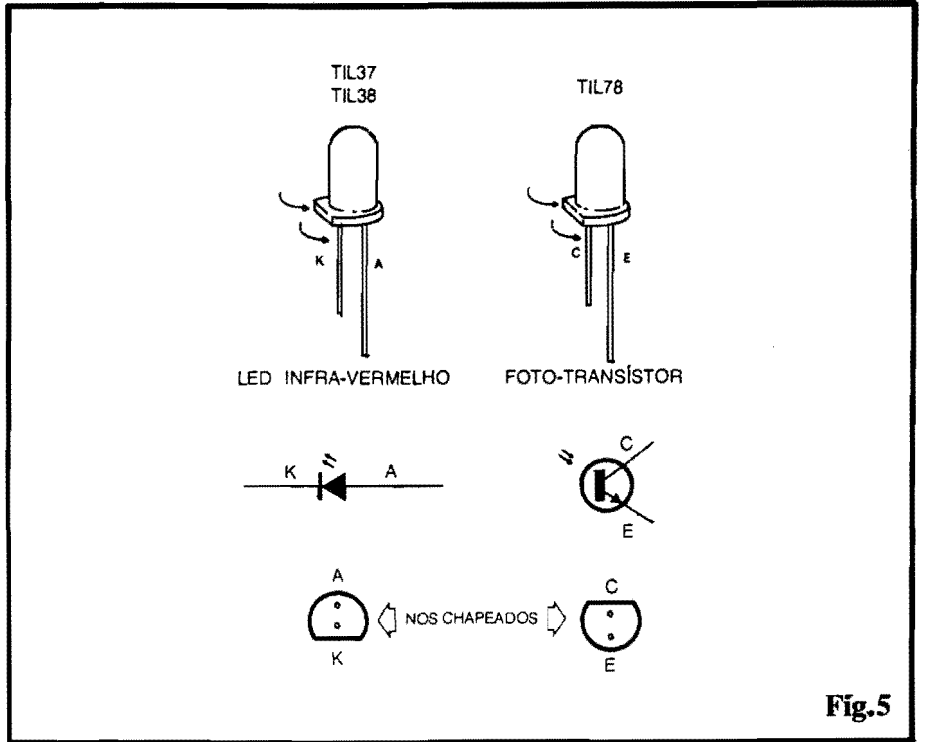

Fig.5
- FIG. 5 - OS COMPONENTES OPTO, INFRA-VERMELHOS...
Conforme o Leitor/Hobbysta pode notar na **FIG. 5**, dependendo do modelo ou código, o LED I.V., e o FOTO-TRANSÍSTOR (ou FOTO-DIODO)